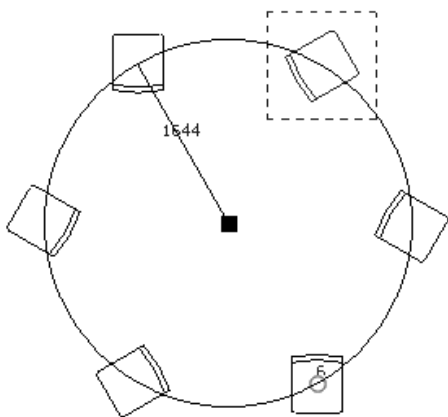

图 5-78
- ▶ 角度：输入总的径向阵列角度，最大为 360° 圆周，如图 5-78 所示为总阵列旋转角度为 360° 、成员数为 6 的径向阵列。